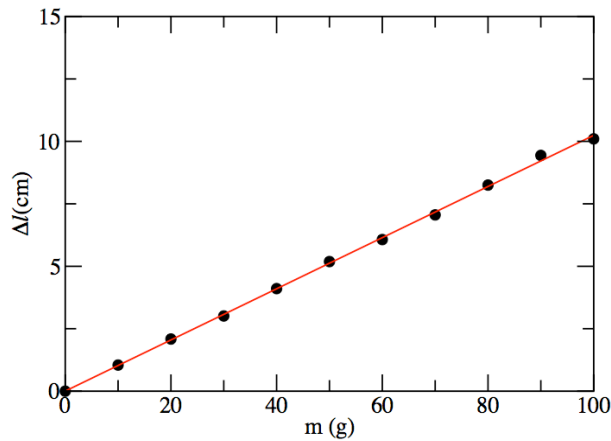

Figura 3: Variação de Δl com m . Recta obtida por ajuste segundo o *método dos mínimos quadrados*
A equação (3) pode ser utilizada para determinar a constante elástica da mola a partir do declive da recta definida por um conjunto de pares de valores $(\Delta l, m)$ como no exemplo da figura 3.